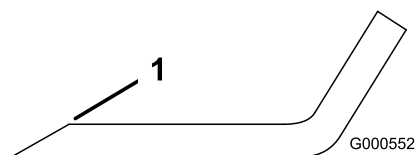

Figure 51
1. Au moyen d'une lime, aiguiser les tranchants aux deux extrémités de la lame (Figure 51).
Remarque: Si la lame est déséquilibrée, limez un peu l'extrémité de l'ailette seulement (Figure 51).